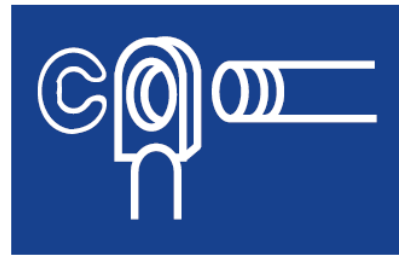

Fig. 6
3. Embout à œil avec agrafe de retenue (Fig. 6).